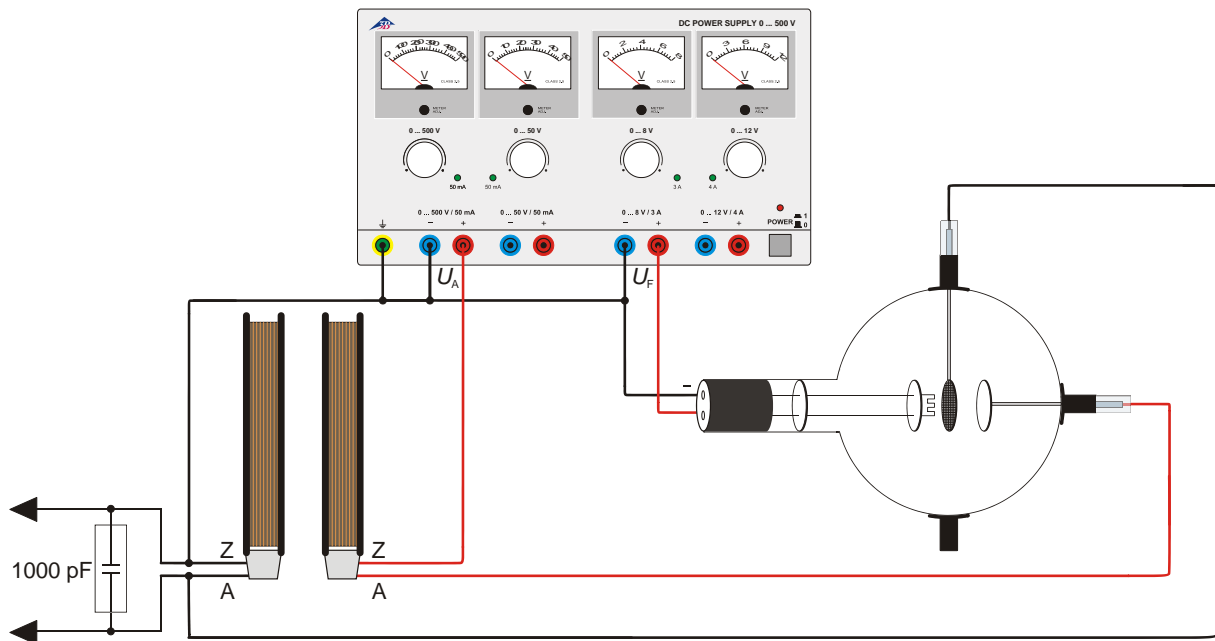

Fig. 5 Génération d'oscillations LC non amorties
- Procédez au câblage comme le montre la figure 5.